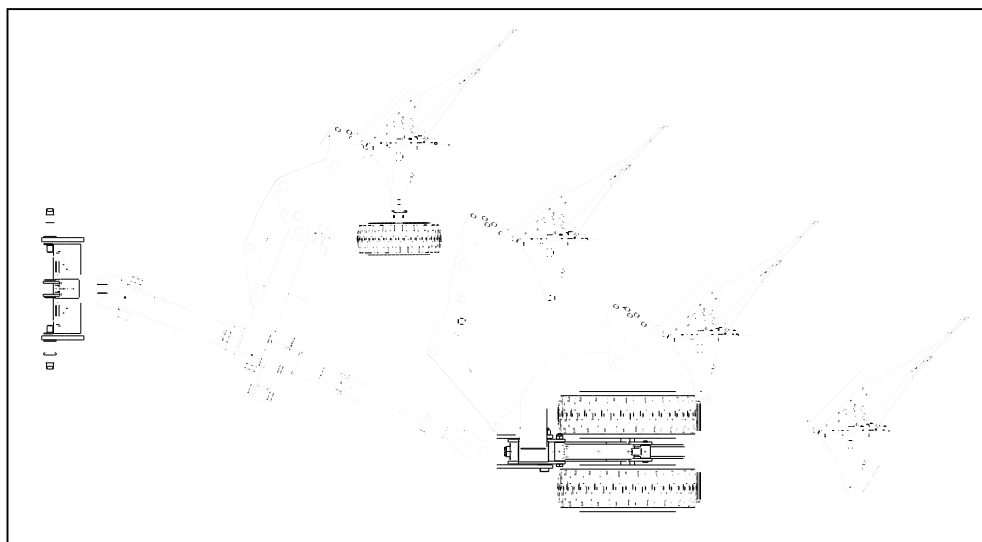

fig.19
- L'aratro "semi-portato" (vd. fig.19), invece, consente movimenti di rotazione rispetto alla trattrice grazie ad un complesso sistema di telai portanti e snodi, limitando le sollecitazioni sul sollevatore del trattore.